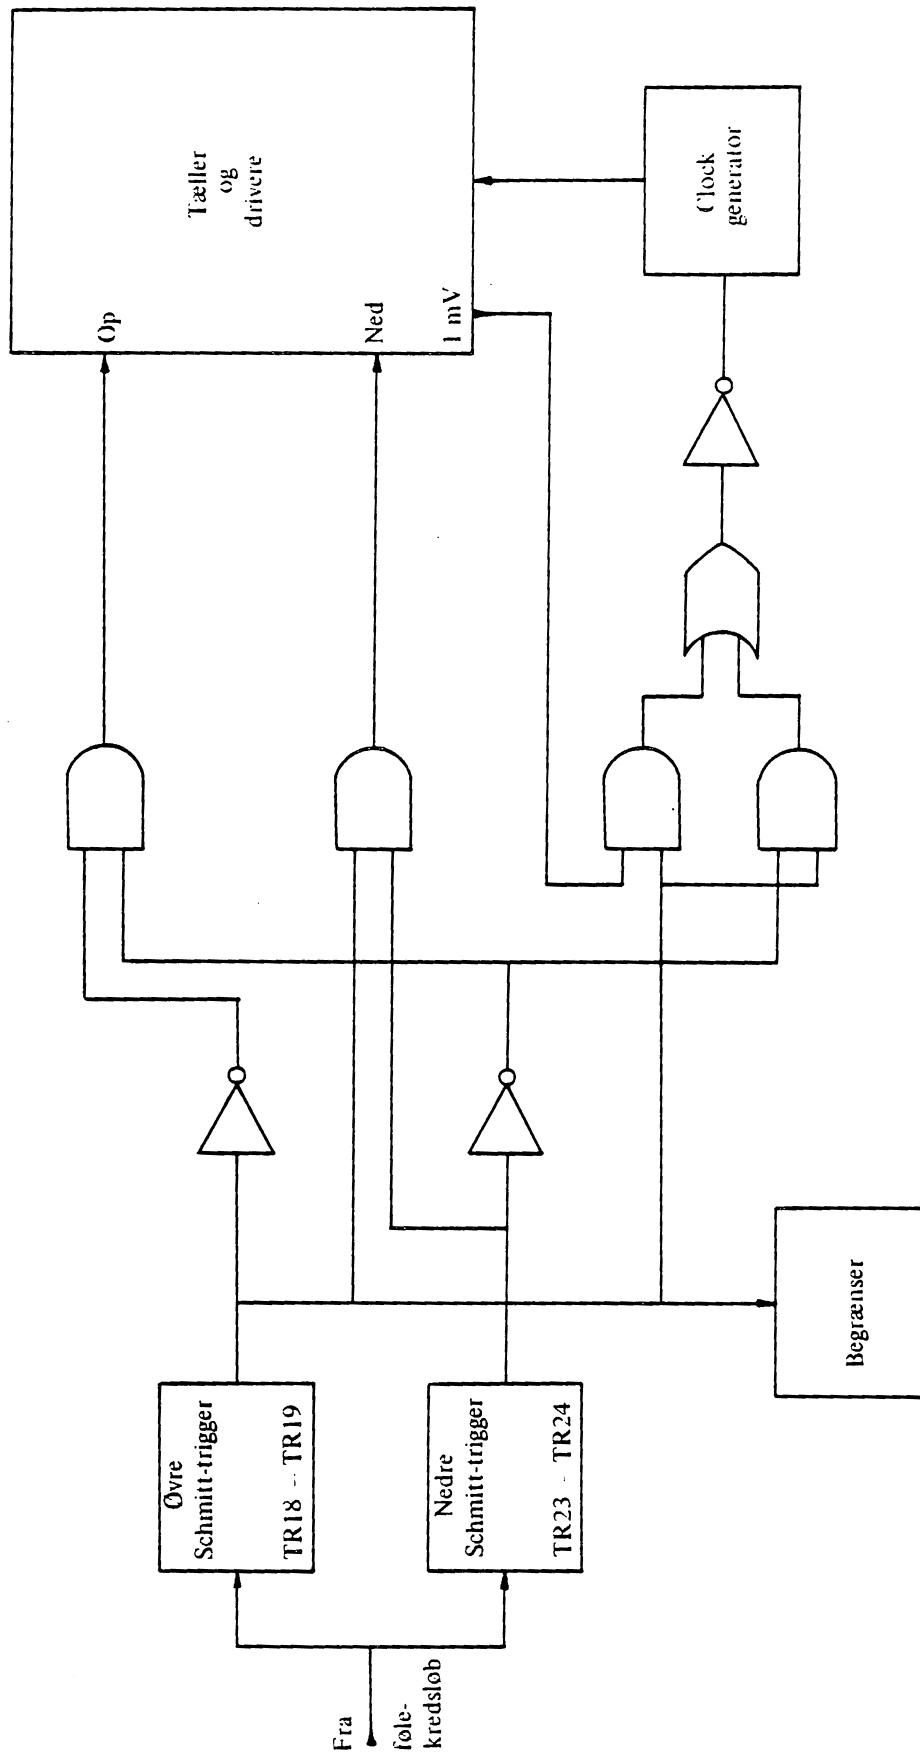
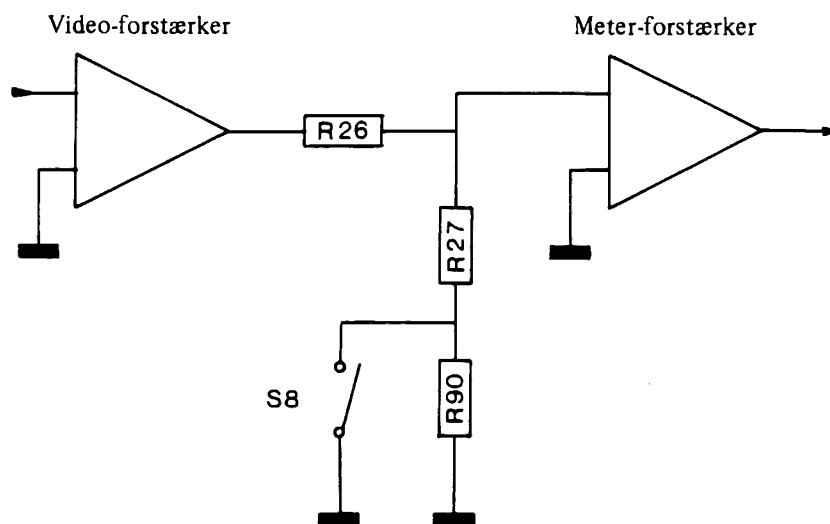

Fig. 4. Styring af attenuatorerne.
Fig. 5. Begrænserens virkemåde.
Styring af attenuatorerne (fig. 4). Uden signal på indgangene af Schmitt-triggerne TR18/TR19 og TR23/TR24 vil der på udgangen af de efterfølgende to-trins DC-forstærkere, TR20/TR21 og TR25/TR26, være et niveau svarende til logisk »1» (logisk »0» svarer til  $-12V$ ). Det giver, som det ses af fig. 4, et »0» på OP og et »1» på NED på tælleren, medens det med et »0» på tælleren's 1mV-stilling vil give et »1» på clock-generatoren, og denne vil køre, indtil tælleren er nået ned i 1mV-stillingen svarende til »1» på 1mV og dermed »0» på clock'en.
**Begrænser.** Uden signal på indgangsbøsningen vil attenuatorerne stille sig i 1mV-området. Tilsluttes nu en spænding på f. eks. 1V, medfører dette en voldsom overstyring af forstærkerne. For at beskytte drejespoleinstrumentet og for at forhindre en overstyring af meter-forstærkeren, der er længe om af komme i balance igen (C19), hvorved attenuatorerne vil stille sig i et for højt område, er der indført et begrænserkredsløb, hvis virkemåde er skitseret i fig. 5.
Det skal bemærkes, at begrænseren vist i fig. 4 kræver et »0» for at virke, idet den har en indbygget inverter. Herved sluttes S8 (fig. 5), og R90 kortsluttes, således at indgangsspændingen til meter-forstærkeren bliver bestemt af forholdet mellem R26 og R27. Dette forhold er beregnet således, at meter-forstærkeren ikke bliver overstyret, selv ved en kraftig overstyring af videoforstærkeren.